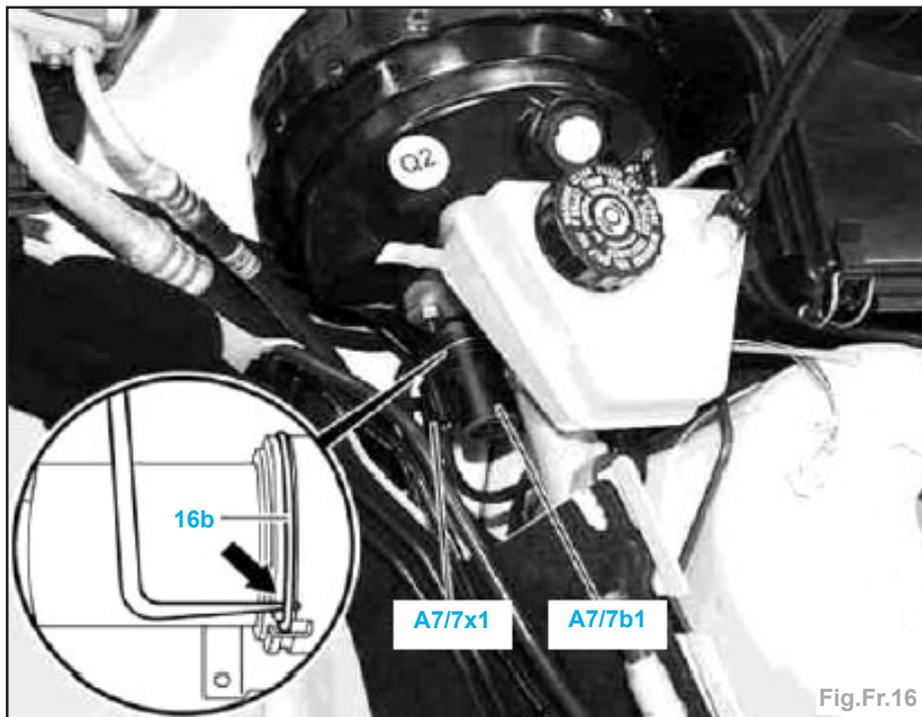

Fig.Fr.16
- Débrancher le connecteur du capteur de course de membrane BAS (A7/7x1) (Fig.Fr.16).